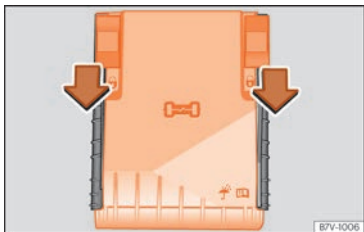

Abb. 62 Im Motorraum: Abdeckung des Sicherungskastens.
- Verriegelungstasten in Pfeilrichtung nach vorn schieben, um die Abdeckung des Sicherungskastens zu entriegeln »» **Abb. 62**.